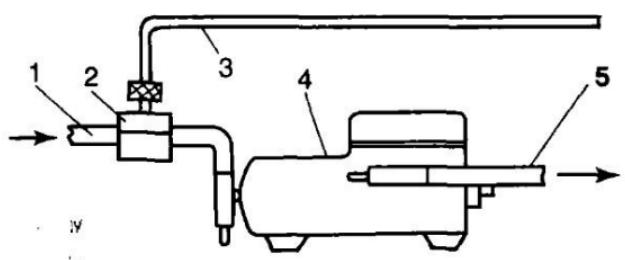

Рис. 118. Установка седельного клапана:
9.5.5. Для добавления хладагента соединяют манометр низкого давления, установленный на манометровом коллекторе, с всасывающим штуцером компрессора. Если нет всасывающего штуцера, монтируют седельный клапан, шпиндель которого прокалывает стенку всасывающего трубопровода (рис. 118).